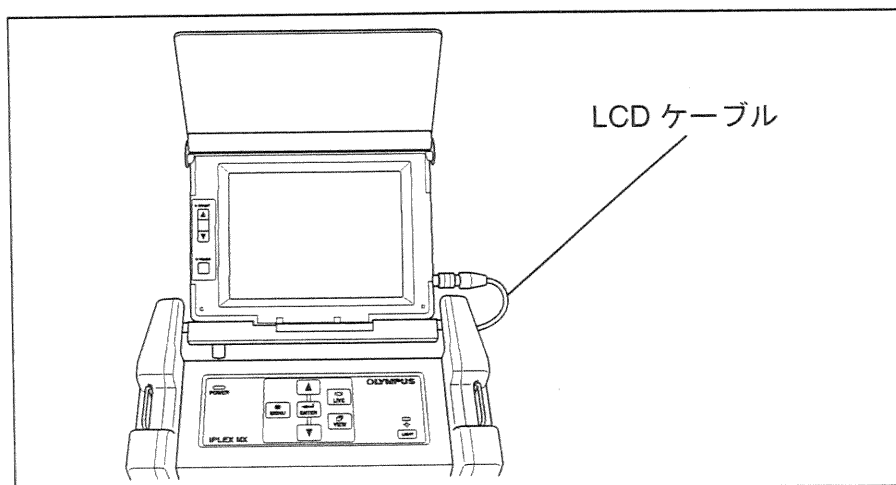

図 3.16
1. LCD ケーブルに切れなどの異常がなく、LCD コネクター部に確実に接続されていることを確認します（図 3.16 参照）。
2. LCD モニターがMX 本体に対してスムーズに回転し任意の位置で固定されることを確認します（図 3.16 参照）。
2. LCD 角度調節がスムーズに可変するか点検します（図 3.16 参照）。